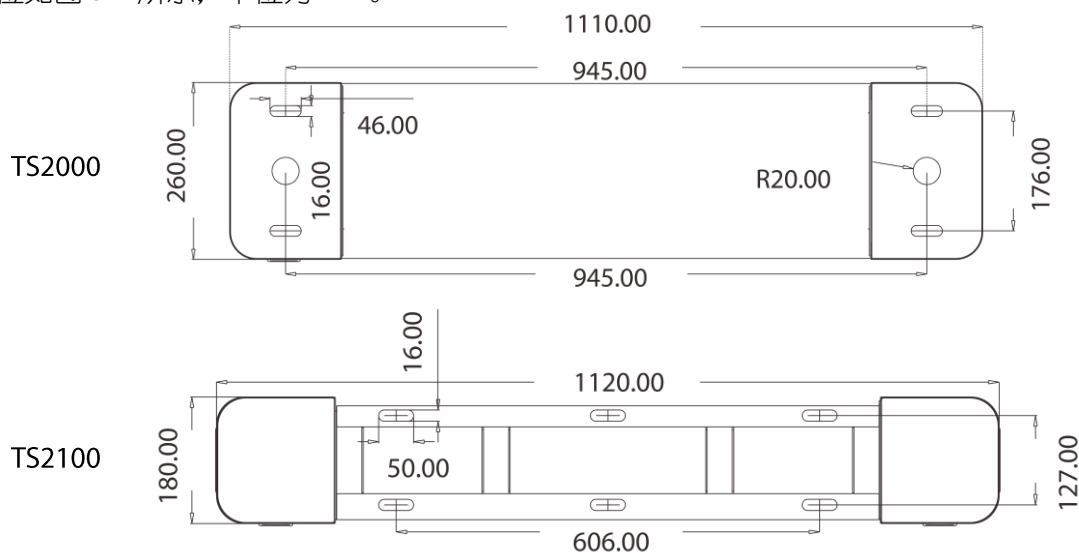

图 3-1
安装孔位如图 3-1 所示，单位为 mm。
如采用明装线缆方式，三辊闸有缆线预开口，明装线缆必须使用半弧状贴地线槽保护；如采用暗装埋地线缆方式，则线缆出地口请按照图 3-1 安装孔位所示选择。
- ① 打孔。准备冲击钻，准备 14mm 的冲击钻钻头，按照图 3-1 安装孔位所示钻孔位，垂直钻孔 80mm 深，清理孔洞中的灰渣。
- ② 确定冲击钻孔位置，在膨胀螺钉外壁及螺牙处涂抹螺丝固定胶，植入膨胀螺钉，然后安放三辊闸整机，使用水平尺测定水平，如安装底板不平，请使用随箱提供的垫片调节平整。